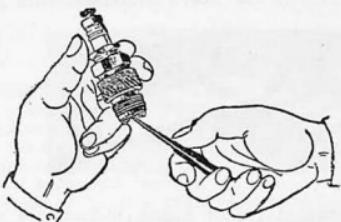
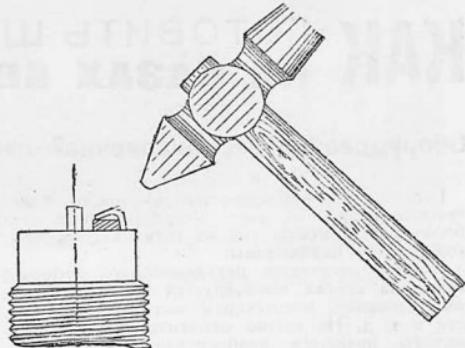

Рис. 9
Рис. 10
**Ремонт свечей** заключается в очистке электродов от нагара и регулировке зазора между ними. Очистку от нагара производят с помощью бархатного или личного надфиля. Очищенные от нагара электроды необходимо отрегулировать, т. е. установить нормальный зазор между ними. Если в результате измерения оказывается, что зазор между электродами мал, то наружный электрод отгибают с помощью отвертки (рис. 9). В том же случае когда зазор велик, наружный электрод пригибают к внутреннему несколькими легкими ударами молоточка (рис. 10).